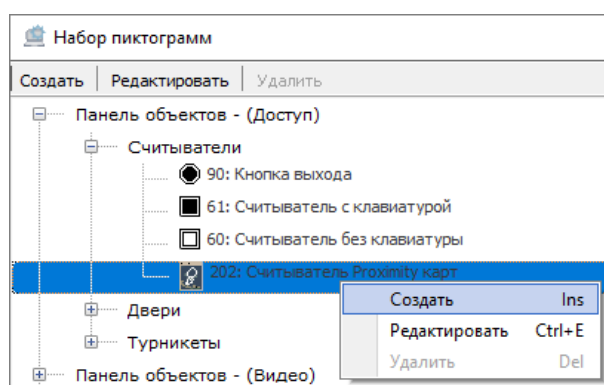
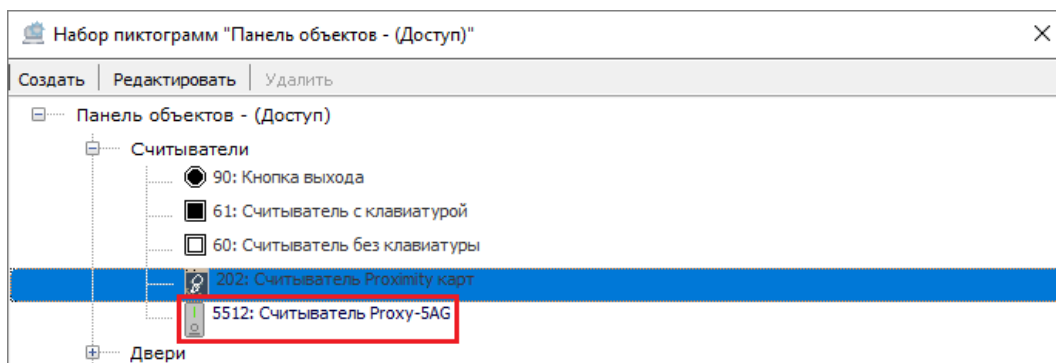

Рисунок 6-505 Выбор выполнения команды "Создать" для выбранного базового вида пиктограмм "202: Считыватель Proximity карт"
Рисунок 6-507 Новый вид пользовательский вид пиктограммы в окне редактора "Набор пиктограмм"
- 3) кликните по выбранному базовому виду пиктограмм правой клавишей мыши и выберите в контекстном меню вида пиктограмм команду «Создать» (см. Рисунок 6-505) или выделите выбранный базовый вид пиктограмм и нажмите клавишу <Ins> на клавиатуре;
(см. Рисунок 6-505). В окне редактора «Набор пиктограмм» появится созданный вид пиктограммы, принадлежащий тому же узлу, которому принадлежит выбранный в качестве базового вид пиктограммы (см. Рисунок 6-507);